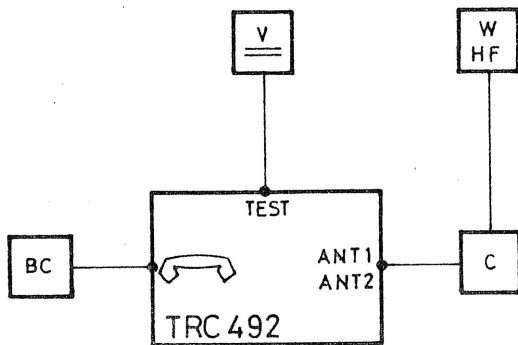

Fig. 5.3.5.7
- Realisar el montaje fig. 5.3.5.5
- Montage fig. 5.3.5.7
5.3.5.7 - Output circuit adjustment**- Mounting fig 5.3.5.7**
5.3.5.7 - Ajuste del circuito de salida**- Montaje fig. 5.3.5.7**